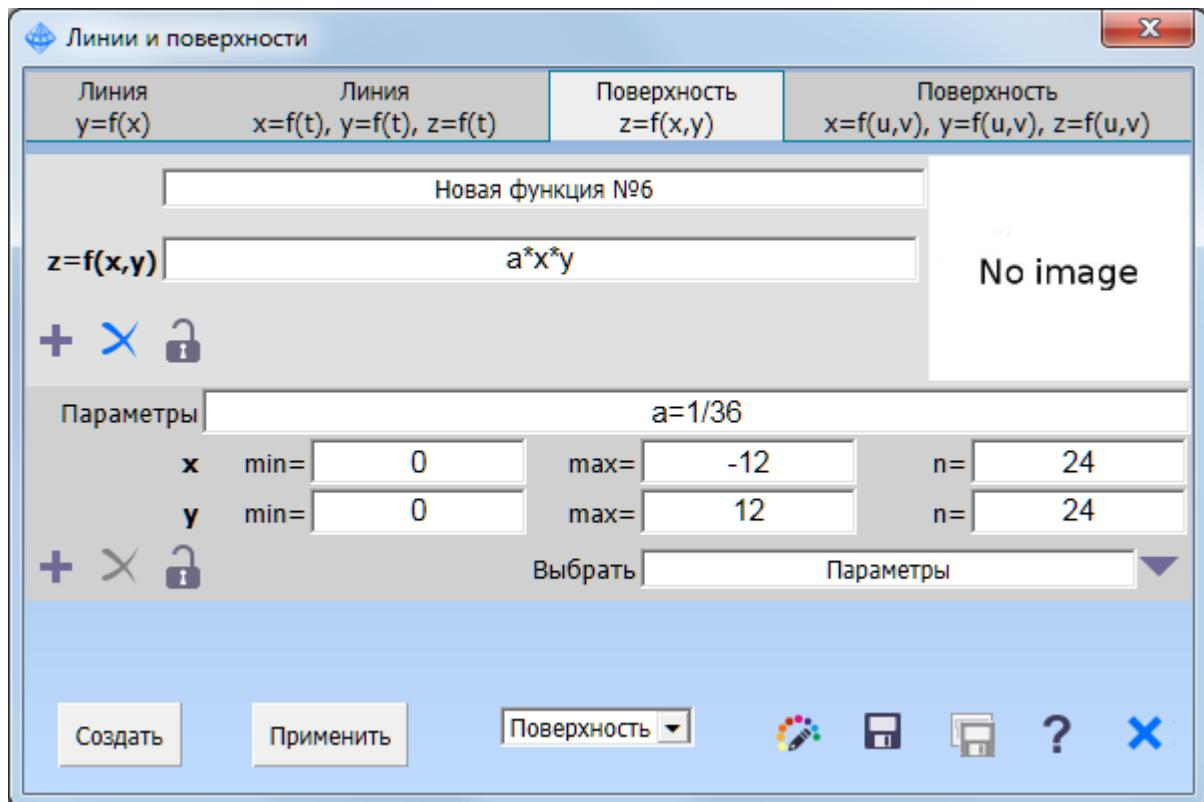

Рис. 2.3. Диалоговое окно **Линии и поверхности**
- В диалоговом окне введите следующие значения в полях (рис.2.3):